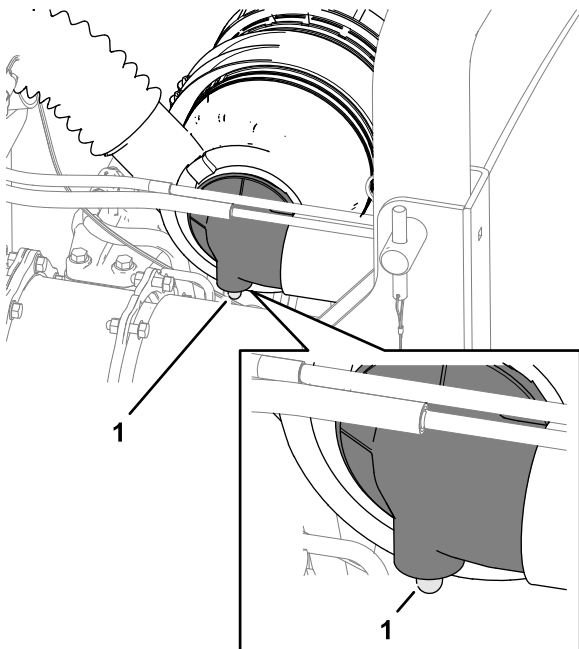

Figura 51
2. Verifique o indicador de bloqueio do filtro do ar (Figura 51).
**Nota:** Faça a manutenção do filtro de ar principal quando o indicador de bloqueio do filtro (Figura 51) estiver vermelho. Mudar o filtro de ar frequentemente aumenta a possibilidade de entrar sujeira no motor quando se retira o filtro.